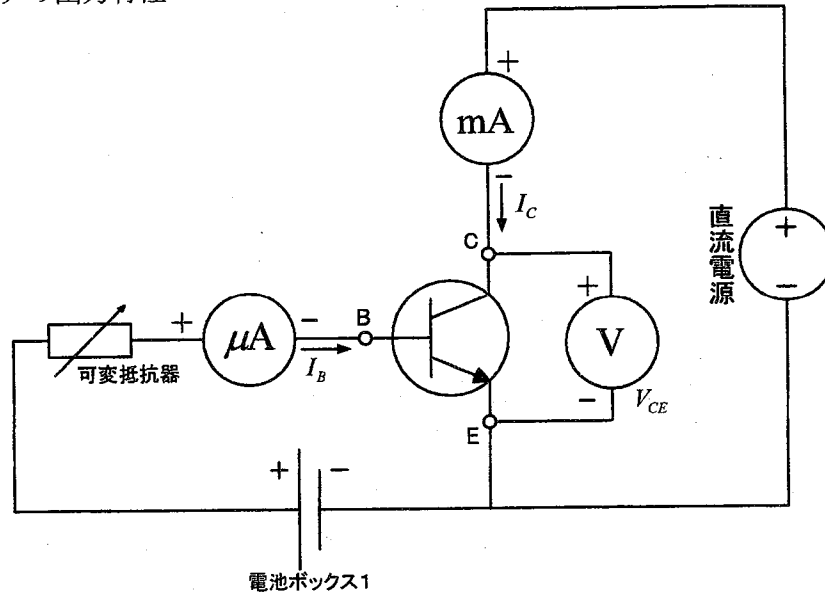

図9 トランジスタの出力特性測定回路
- (1) 図9のように回路を接続する。なお、可変抵抗器は回路基板2のボリュームを転用する。
- (2) 可変抵抗器のボリュームつまみを調整して、 I_B (ベース電流) が $30[\mu\text{A}]$ になるように調整する。
次に、直流電源装置の電圧ダイヤルで V_{CE} (コレクターエミッタ間電圧) を変化させ、そのときの I_C (コレクタ電流) を測定する。なお、このとき電圧ダイヤルを動かすと I_B も少し変化するので、つまみを再び調整する (電圧 V_{CE} [V] は、0.00、0.05、0.07、0.09、0.10、0.12、0.14、0.16、0.18、0.20、0.22、0.24、0.26、0.28、0.30、0.50、0.70、1.00、2.00、4.00、6.00、8.00、10.00)。ただし、図9の特性例を参考に、特性曲線の変化が激しい箇所では測定点が少ない場合は、追加して測定すること。また、 $P_C = 100$ [mW] 以下 (電圧と電流の積が 100 [mW] 以下 : 図10の双曲線の左下) の範囲で測定する。